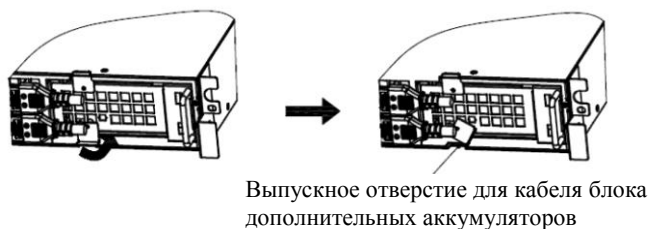

Рис. 12 Удаление заглушки выпускного отверстия ИБП
2. В нижней части передней панели ИБП удалите заглушку выпускного отверстия кабеля блока аккумуляторов (см. Рис. 12).